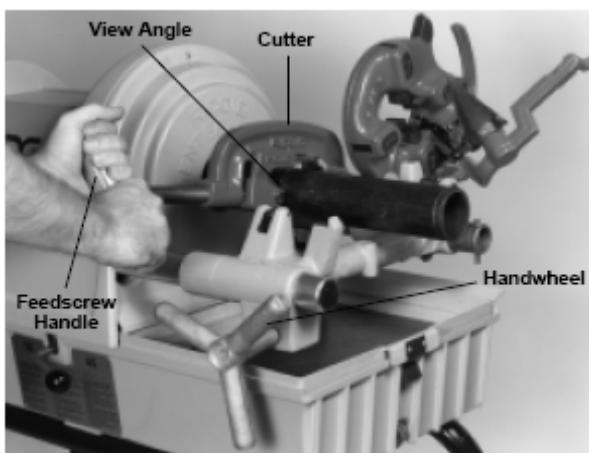

图8 — 用364割刀切割管子
4. 按照正确的操作方法来切割管子（见图8）。
5. 双手抓紧刀柄（见图8）。